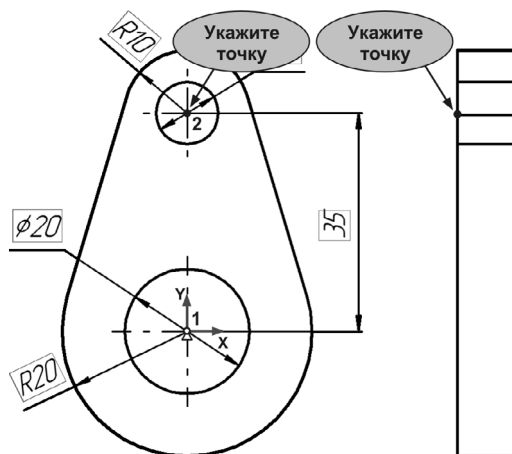

Рис. 66.32.
- 5.6. Выровняйте по горизонтали центральную точку верхней окружности и точку на среднем отрезке (рис. 66.32).